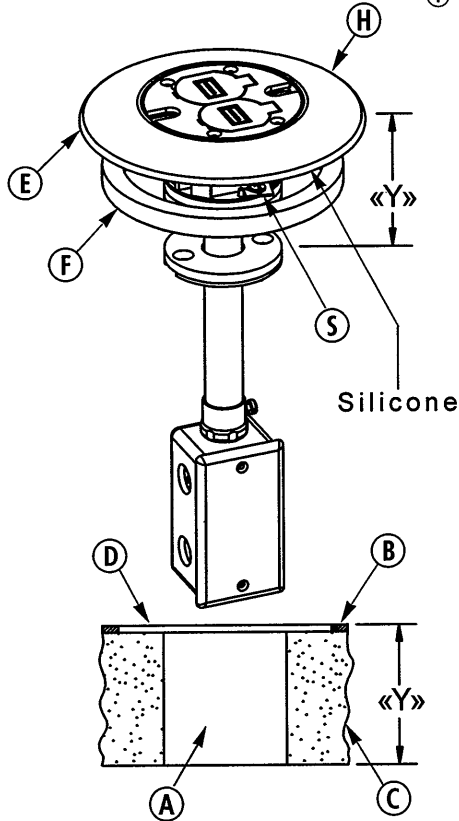

Fig. 3
Ces traversées de plancher Fig. 1 et Fig. 3 sont destinés aux planchers de béton armé non protégés dont la résistance au feu est de 1, 1½, 2, 3 ou 4 heures Fig. 2a ou aux planchers en acier recouverts de béton dont la résistance au feu est de 1, 1½, 2 ou 3 heures (designs de la série D900) Fig. 2b ou aux planchers de béton avec plafonds suspendus. (Les designs résistant au feu avec plafonds suspendus doivent permettre l'accès dans le plafond sous le dispositif de traversée de plancher.) L'ensemble traversée ne réduira pas la valeur assignée de résistance au feu du plancher lorsque l'épaisseur et le type de béton (requis pour une valeur assignée spécifique) sont conformes aux limites spécifiées et que le dispositif est installé selon les directives prescrites.
2. Couper une ouverture de 152 mm de diamètre (D) dans le tapis (B) Fig. 1 et fig. 3.
3. Avant d'insérer la traversée de plancher (Fig. 1 et fig. 3) dans l'ouverture (A), régler le coupe-feu inférieur selon l'épaisseur «Y» du plancher. (Consulter les Fig. 1, 2 et 3 pour les illustrations de la dalle et du plancher.)
4. Utiliser la garniture d'étanchéité (F) fournie ou appliquer un cordon de silicone sous le rebord (E) pour assurer l'étanchéité aux eaux de récurage. **AVIS - UTILISER UNIQUEMENT UN MASTIC DE SILICONE ISOLANT TRANSPARENT DE TYPE RTV POUR ASSURER L'ÉTANCHÉITÉ AUX EAUX DE RÉCURAGE.**
Estas boquillas horada-piso Fig. 1 y Fig. 3 están destinados a usarse en pisos de hormigón armado sin protección contra incendios por 1, 1½, 2, 3 ó 4 horas.
ACTIVATE THROUGH FLOOR FITTINGS FIG. 3 & FIG. 4
2. Couper la garniture (T) fournie selon l'illustration.
3. Fixer l'ensemble couvercle (K) et la garniture (I) au rebord (E) avec les quatre vis fournies (N).
- ACTIVATION DU DISPOSITIF DE TRAVERSÉE FIG. 3 ET FIG. 4**
1. Enlever la plaque de montage (G) et la jeter. Conserver les vis (R).
2. Enlever l'ensemble de couvercle affleurant (K) du dispositif de traversée de plancher affleurant et faire passer les fils (I) dans le tube (O) jusqu'à la boîte de dérivation (P).
2. Cortar la junta (T) provista como se muestra en el dibujo.
3. Fijar el conjunto de la tapa (K) y la junta (I) al reborde (E) con los cuatro tornillos provistos (N).
- ACTIVACIÓN DE LA BOQUILLA HORADA-PISO FIG. 3 Y FIG. 4**
1. Quitar la placa de instalación (G) y descartarla. Conservar los tornillos (R).
2. Quitar el conjunto de la tapa (K) del accesorio de servicio al ras y hacer pasar los cables (I) por el tubo (O) hasta la caja de derivación (P).